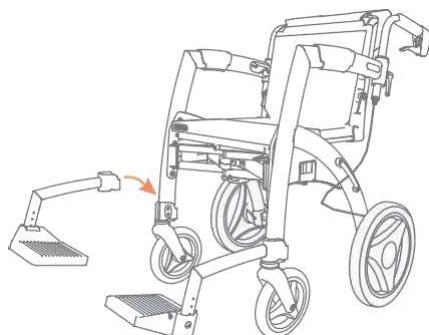

Figura 46: Colocar los reposapiés.
- e. Saque los reposapiés de la bolsa del paquete silla de ruedas eléctrica y colóquelos en la parte delantera del Rollz Motion Electric, en los soportes para reposapiés del marco. Deslícelos hacia abajo desde la parte superior de los soportes del reposapiés (**Figura 46**). No aplique fuerza si los reposapiés no se deslizan suavemente sobre los soportes de los reposapiés. Sácalos e inténtalo de nuevo.